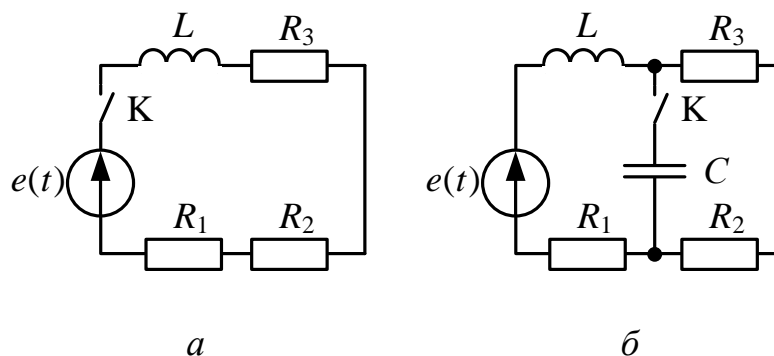

Рис. 1.1
1. В заданной цепи, изображенной на рис. 1.1,  $a-1.10$ ,  $a$  (схема выбирается по шифру в соответствии с табл. 1.1), в момент времени  $t = 0$  срабатывает ключ **К** и на интервале времени  $0 \leq t \leq t_0$  подключается источник постоянной ЭДС  $e(t) = E_0$  или источник постоянного тока  $J(t) = J_0$ .
2. В заданной цепи (рис. 1.1,  $a-1.10$ ,  $a$ ) в момент времени  $t = 0$  срабатывает ключ **К**, который подключает источник ЭДС  $e(t)$  или тока  $J(t)$ , изменяющиеся по экспоненциальному закону:
3. В заданной цепи (рис. 1.1, а–1.10, а) в момент времени  $t = 0$  срабатывает ключ **К** и на интервале времени  $0 \leq t \leq t_0$  подключается источник ЭДС  $e(t)$  или тока  $J(t)$ , изменяющиеся по линейному закону:
В цепи, изображенной на рис. 1.1, б–1.10, б, в момент времени  $t = 0$  срабатывает ключ **К**, который подключает источник постоянной ЭДС  $e(t) = E_0$  или источник постоянного тока  $J(t) = J_0$ .